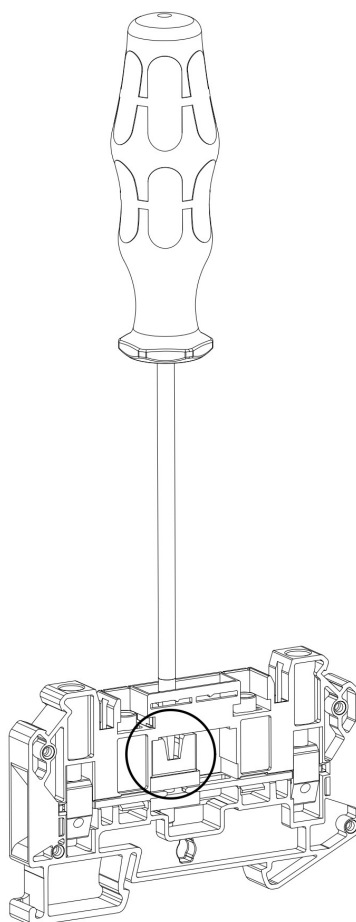

Рисунок 29 – винт размыкателя в клеммах типа «КНИВ»
- Для изменения положения ползункового размыкателя вставьте плоскую отвертку в шлиц винта размыкателя (рис. 29).